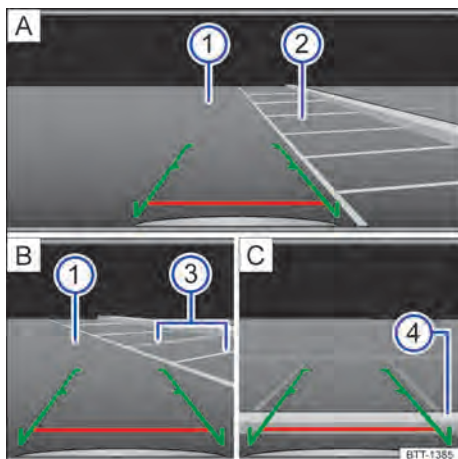

Fig. 100 Exibição do display do sistema do rádio: estacionar com a câmera de marcha a ré.
Legenda para → Fig. 100:
- Posicionar o veículo na frente da vaga de estacionamento → Fig. 100 ② **A**.
- Conduzir para trás lentamente e manobrar de modo que as guias verdes laterais conduzam entre as linhas de delimitação da vaga de estacionamento delimitada ② **A**.
- Alinhar o veículo na vaga de estacionamento selecionada de modo que as guias verdes laterais fiquem em cima das linhas de limitação lateral ③ **B**.
- Parar o veículo, quando a linha vermelha atingir a limitação traseira ④ **C**.